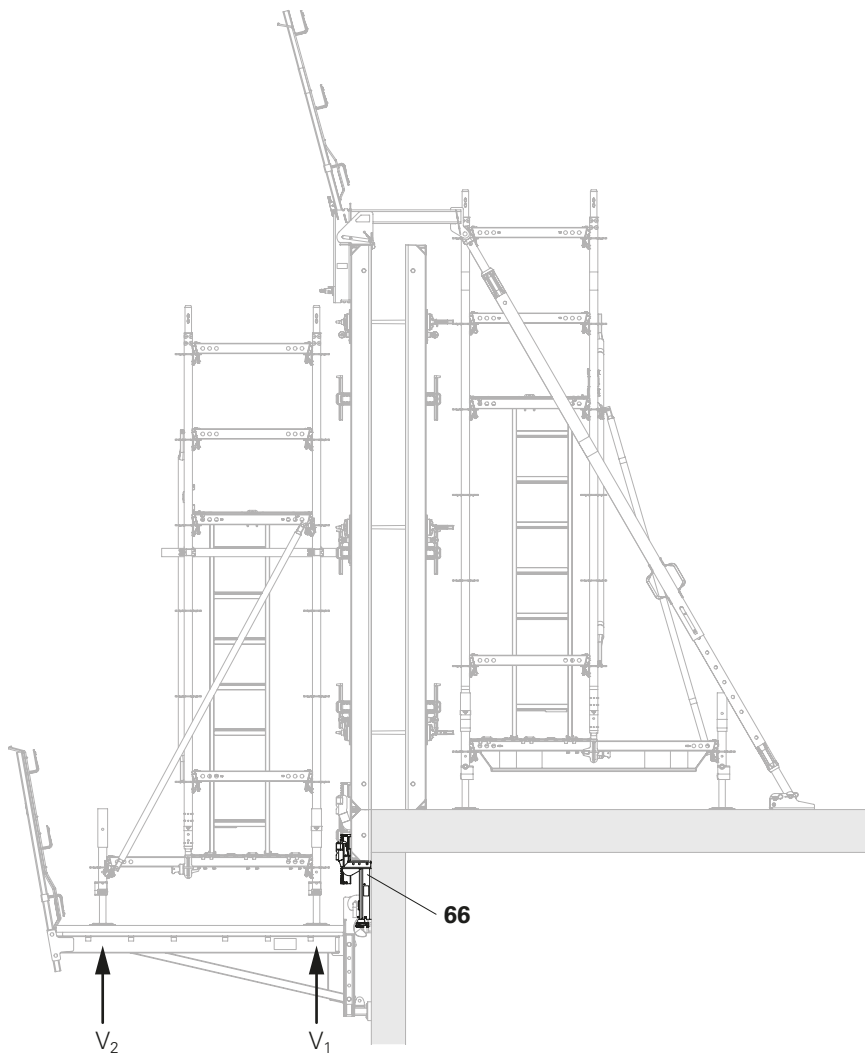

Fig. D1.02
(Fig. D1.02 + Fig. D1.02a)
- (Fig. D1.02)